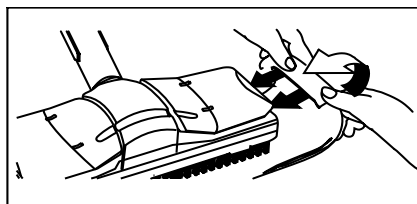

Figure 9
- Fixer le chiffon de sol (H3) sur la buse pour sol (H1). Pour ce faire, plier le chiffon de sol en deux dans le sens de la longueur et positionner la buse pour sol sur ce dernier. Tirer les extrémités du chiffon de sol qui dépassent l'une après l'autre sous les agrafes de retenue (H2) (voir Figure 9).